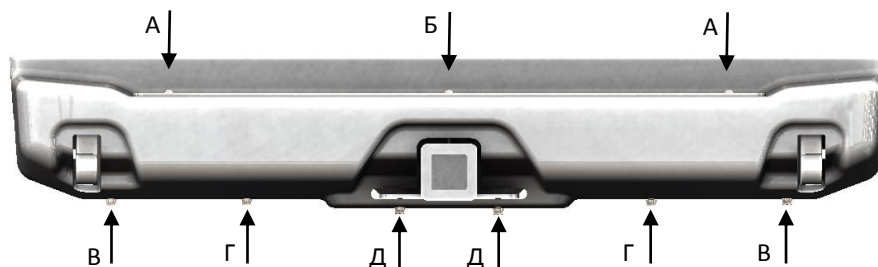

Рис.1
2. Снять упаковку с изделия и отсоединить металлический каркас от композитного бампера, вывернув болты А, Б, В, Г и Д (рис.1).
- Установить композитный бампер на металлическом каркасе в местах А и Б – винтами Torx М8х30*, в местах В, Г и Д - болтами М8х30*. (рис.1)